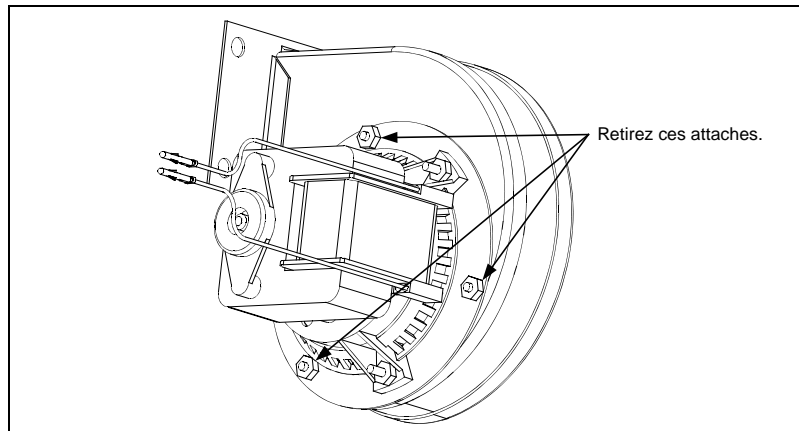

Figure 2
2. Retirez les trois attaches qui fixent le moteur de la soufflerie sur son boîtier et séparez les deux composants. (Voir la figure 2.)